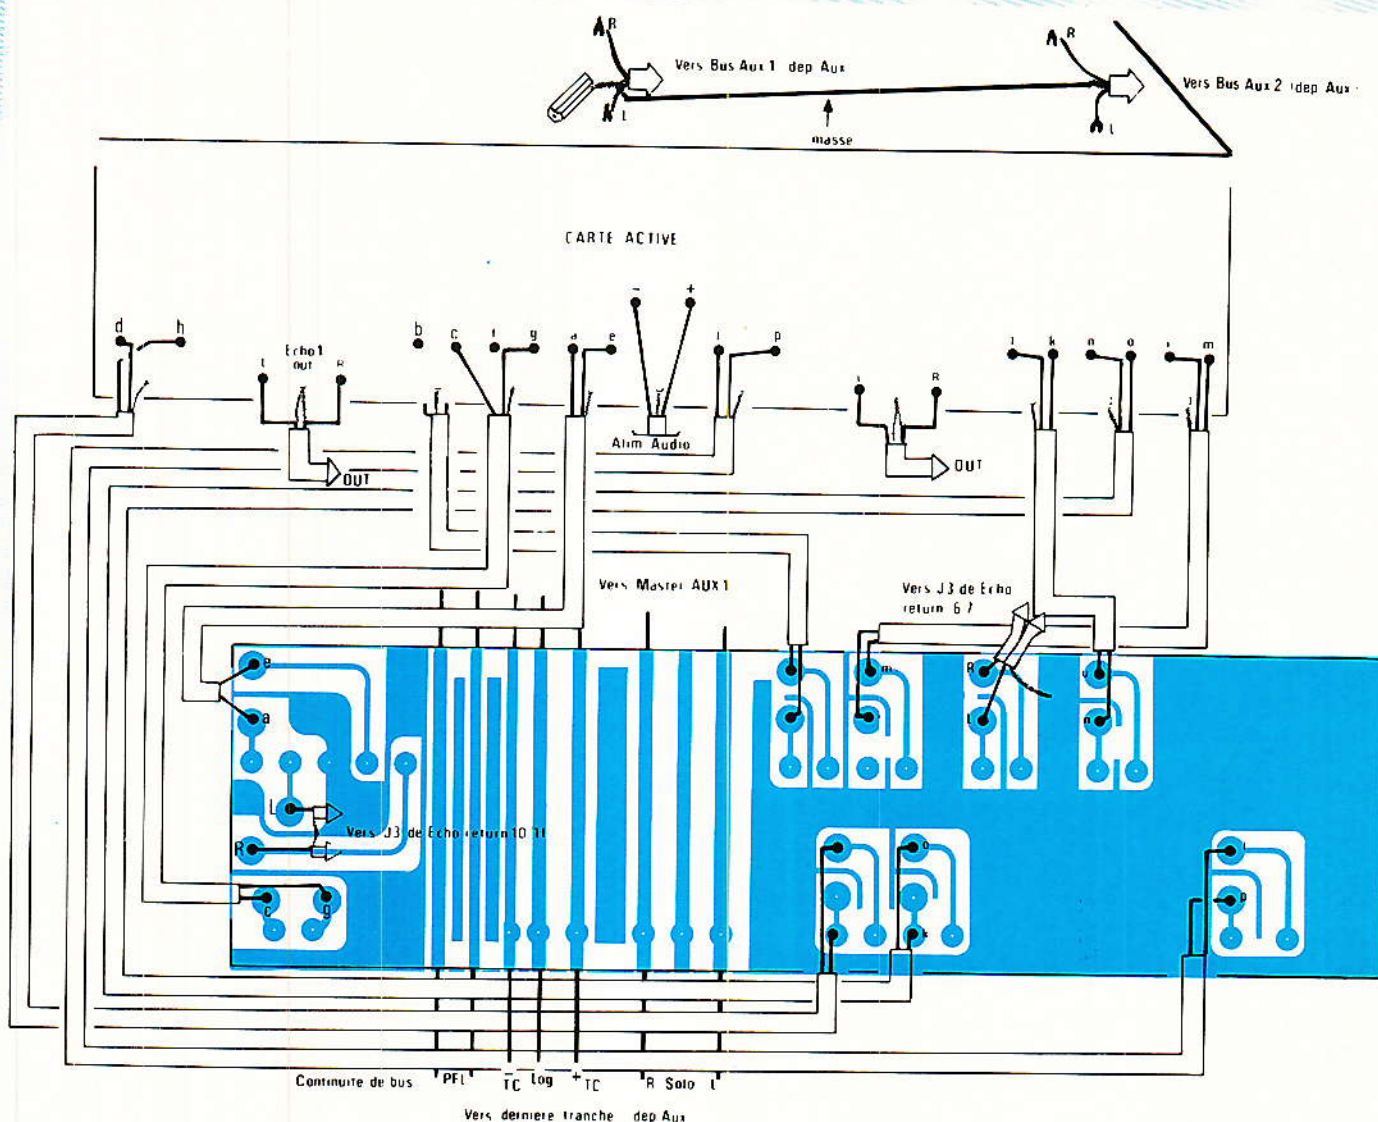

Figure 12 - Errata figure 10 n° 463 page 49.
ATTENTION : Il s'agit bien des entrées en courant des bus FB₂ et 3. Ces points sont accessibles sous la carte passive du module ECHO SEND. Reportez-vous à la figure 2 page 84 du N° 462 (et le rectificatif figure 12 page 86 N° 467) : Il s'agit des points repérés AUX₁(FB) et AUX₂(FB), qu'il ne faudrait pas confondre avec les BUS AUX₁ et AUX₂ !